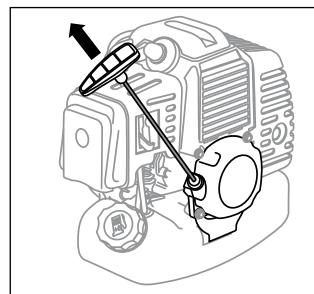

Рис. 14
- Придерживая триммер, плавно потяните рукоятку стартера до момента зацепления в механизме стартера. После появления сопротивления энергично вытяните шнур на 50–60 см (рис. 14). Во избежание повреждения корпуса стартера не бросайте рукоятку стартера, плавно верните ее в исходное положение. Повторите данные действия 3–5 раз до первой вспышки топлива в двигателе. При этом двигатель заводиться не должен.